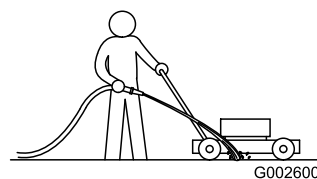

Figura 37
3. Mentre il motore acceso e la lama è innestata, spruzzate un getto d'acqua davanti alla ruota **destra** posteriore (Figura 37).